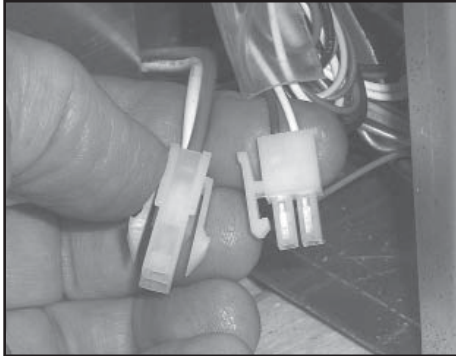

Figure 13: **Déconnexion** de l'interrupteur du pilote debout.
- b) Déconnectez le raccordement de l'interrupteur du pilote debout, comme montré à la figure 13.